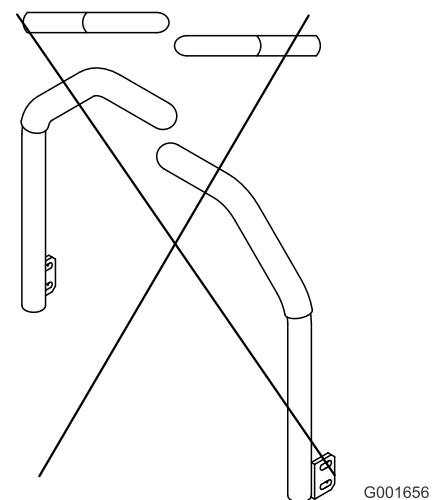

Figure 45
5. Réglez les leviers de commande de sorte à les aligner et serrez les boulons de fixation des leviers aux montants (Figure 45).